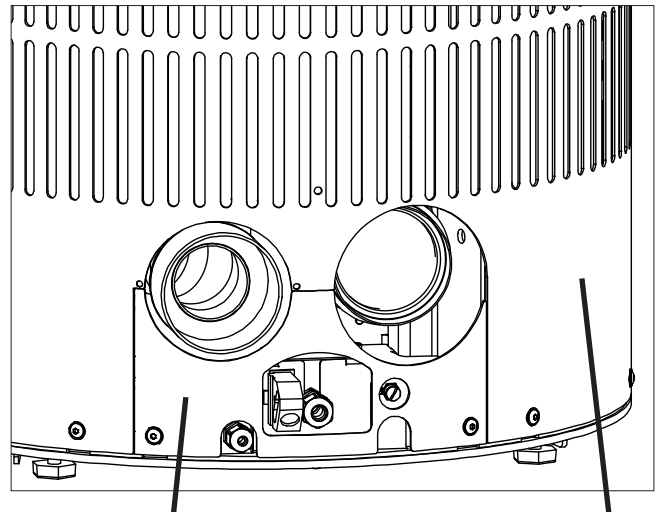

Fig.2 Blende untere Rückwand
- Untere Rückwand und Blende demontieren (Fig.2).